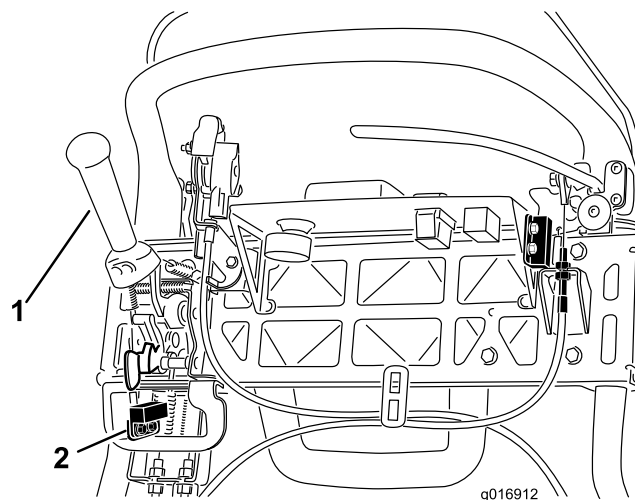

図 38
4. インタロックスイッチを固定しているねじをゆるめる (図 38)。
5. 走行レバーとインタロックスイッチとの間に厚さ 1.6 mm のすきまゲージをはさむ (図 38)。